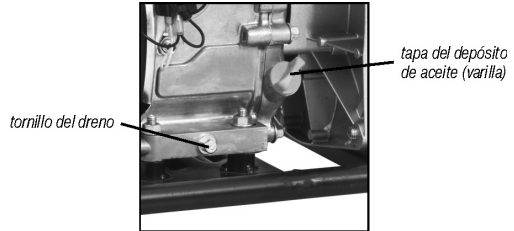

Fig. 10 – Tapa del depósito de aceite (varilla)
- Retire la tapa de aceite y con auxilio de un paño, limpie la varilla indicadora de nivel (fig. 10);